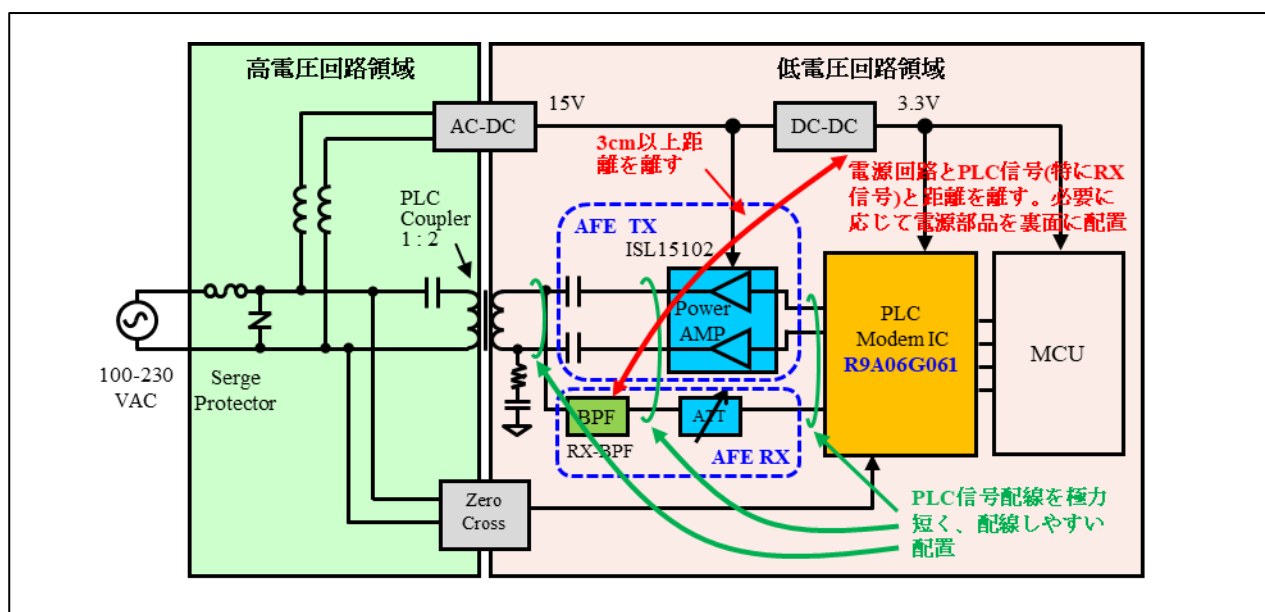

Figure 2-4 低電圧回路領域の部品配置
- Figure 2-4 に示す様に低電圧回路領域の PCB レイアウトに関する注意事項を説明します。